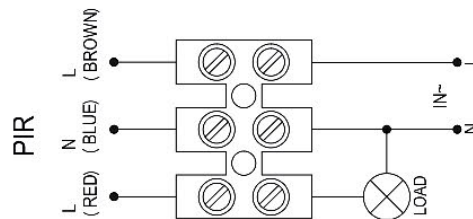

Figura 3
- 4 Collegare i cavi di alimentazione ai morsetti seguendo lo schema di collegamento (vedi figura 3).